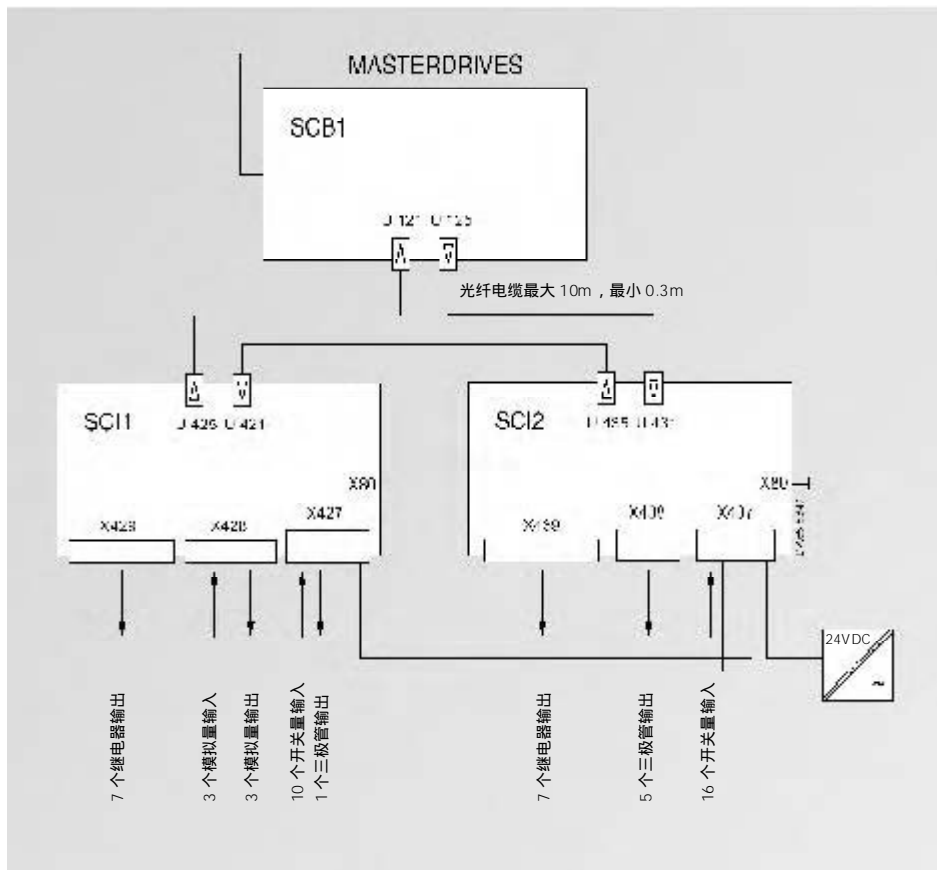

图 6/66
- 通过RS485接口在多台变频器之间实现对等连接(见图6/67和6/68)